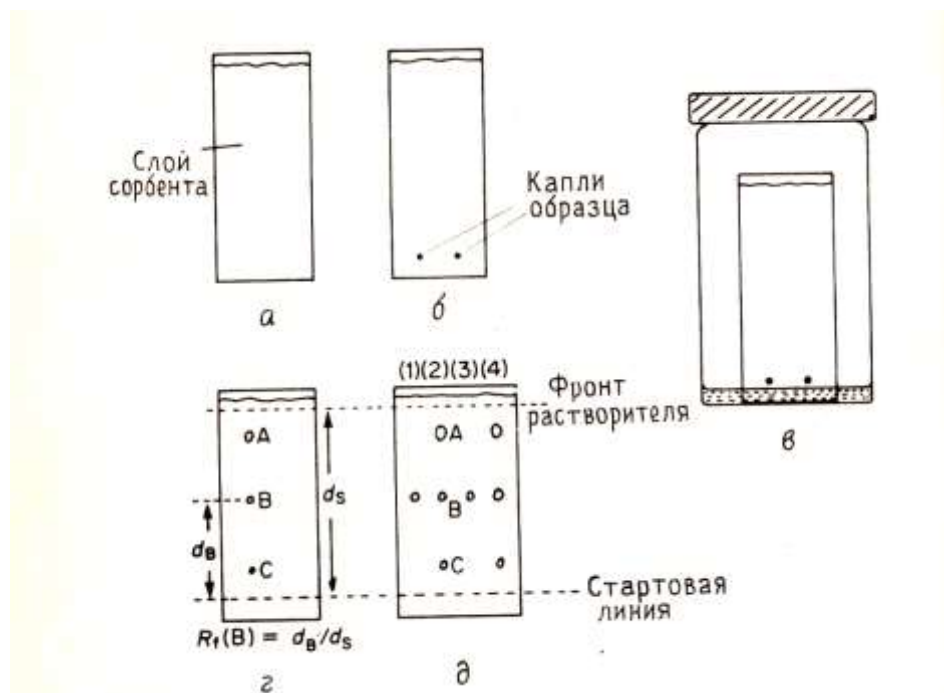

Рис.8. Тонкослойная хроматография.
Разделение проводят на плоской пластинке, покрытой тонким слоем сорбента - силикагелем или оксидом алюминия (Рис.8,а) Разделяемую смесь, растворенную в соответствующем растворителе, наносят в виде капель на пластинку (Рис.8,б) и после испарения растворителя помещают пластинку в проявительную камеру (Рис.8,в), в которую налито немного растворителя. Растворитель поднимается по слою сорбента под действием капиллярных сил. При этом различные соединения, находящиеся в смеси, поднимаются с разными скоростями в зависимости от их сродства к сорбенту. По достижении растворителем верхнего слоя сорбента соединения в идеальном случае должны полностью разделиться (Рис.8,г). Процесс разделения - это одна из форм жидкостно-адсорбционной хроматографии.
Пластинки для ТСХ состоят из подложки обычно стекла, а иногда пластмассы или толстой алюминиевой фольги, на которую нанесен тонкий слой сорбента толщиной примерно 0,25 мм (Рис.8,а). Сорбентом обычно служит либо силикагель, либо оксид алюминия с размером частиц до 30 мкм, к которым добавлено связующее (до 10% гипса или крахмала), обеспечивающее прочность слоя. Пластинки бывают двух основных типов: многоразового использования и одноразовые.
Место нанесения капель в зависимости от растяжения размера пластинки должно быть на расстоянии 1 см от нижнего края на больших (5 x 20 см) пластинках и около 5 мм на маленьких одноразовых пластинках. Важно также наносить капли достаточно далеко от нижнего края (Рис.8,б и в), чтобы они не погружались в проявляющий растворитель. Перед нанесением образца заполните капилляр, погрузив его конец в раствор (капилляр заполняется раствором под действием капиллярных сил), затем слегка прикоснитесь заполненным кончиком к сорбенту, стараясь при этом не повредить его поверхности, чтобы не вызвать некоторого искажения капли при проявлении хроматограммы. Важно наносить как можно более
Меры безопасности. В этой операции обычно используются летучие легковоспламеняющиеся растворители, поэтому ее нужно проводить вдали от источников возгорания предпочтительно в вытяжном шкафу. Хроматограмму проявляют погружением нижнего края пластинки в проявляющий растворитель в сосуде соответствующего размера (Рис.8,в). Большие пластинки проявляют в специальных камерах (20 x 5 см), а маленькие - в широкогорлых бутылках с завинчивающимися крышками. Камеру изнутри следует частично выложить фильтровальной бумагой, которая погружалась бы в растворитель, чтобы создать атмосферу, насыщенную парами растворителя, и свести к минимуму испарение с пластинки. При проявлении хроматограммы сначала залейте в банку столько растворителя, чтобы пятно образца оказалось над его поверхностью, а затем опустите в банку пластинку, стараясь расположить ее вертикально.
Какой бы метод ни использовался для визуализации, положение пятен для проведения дальнейших измерений необходимо пометить карандашом или шпателем (Рис.8,г).
При конкретном наборе условий (сорбент и растворитель) характеристикой соединения является значение R_f (Рис.8,г). Таким образом, идентичность значения R_f соединения, находящегося в смеси, со значением R_f "подлинного" образца (вещества сравнения) дает полное основание считать, что они одинаковы (см. предостережение ниже). Поскольку сорбенты различны, а состав смеси растворителей трудно воспроизвести точно, необходимо доказать, что значения R_f одинаковы. Для этого хроматографируют смесь и вещество сравнения
рядом друг с другом на одной и той же пластинке или добавляют небольшое количество вещества сравнения к отдельной пробе смеси, чтобы удостовериться в точном совпадении пятен. На Рис.8,д (1) и (3) - вещество сравнения В, (2) - смесь, а (4) - смесь плюс вещество сравнения.